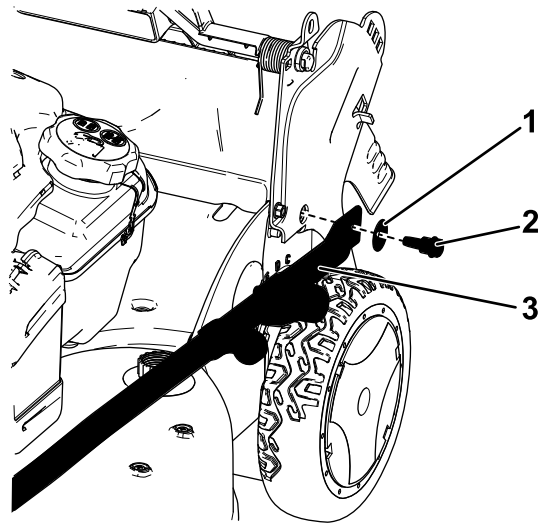

Bild 3
2. Befestigen Sie die Holmenden mit zwei Scheiben und zwei Holmschrauben am Maschinengehäuse (Bild 3), **ziehen Sie die Holmschrauben jedoch nicht fest**.